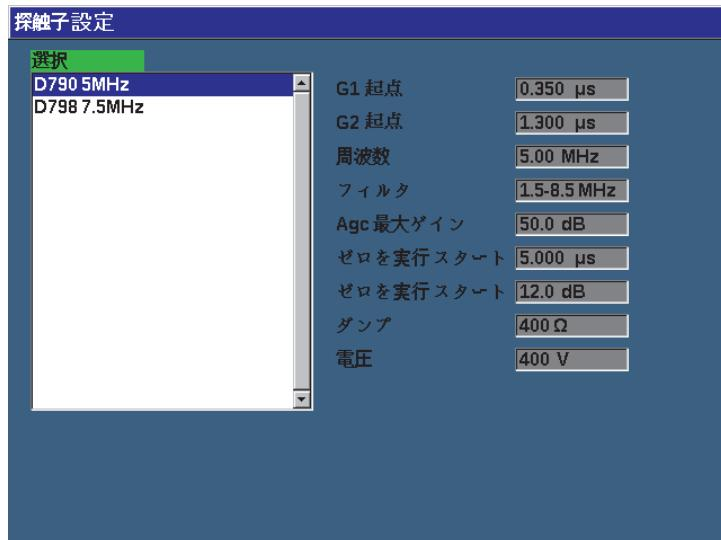

図 11-38 腐食検査用モジュール探触子設定メニュー
3. を押して有効化を終了し、探触子設定ページを表示します (295 ページの図 11-38 参照)。